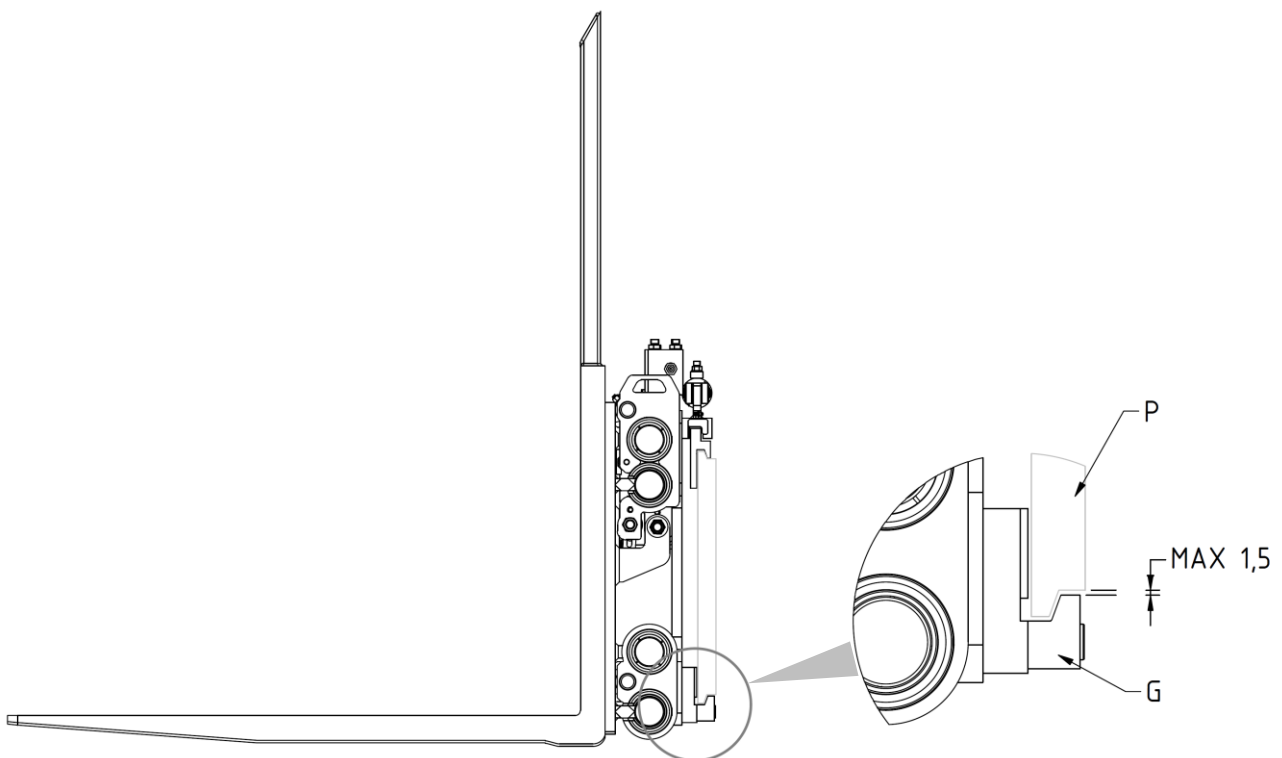
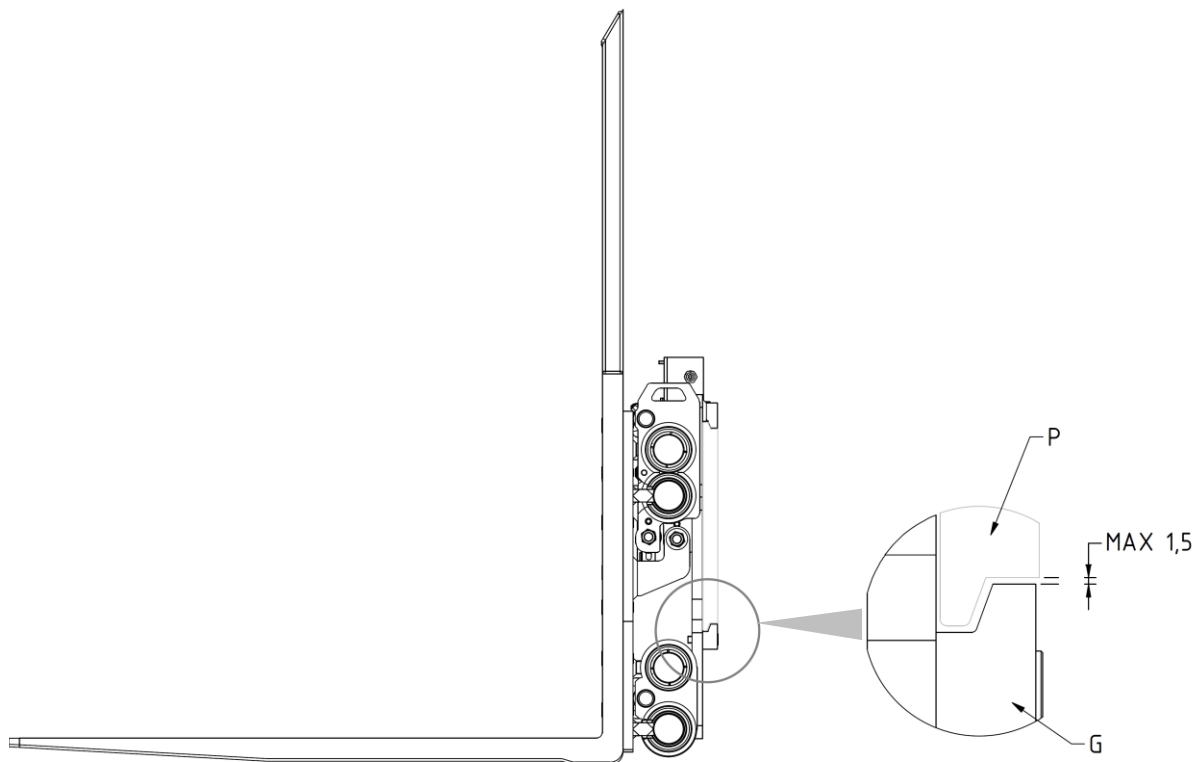

Figure 7
Figure 10
11. Revisser les 2 crochets inférieurs G de manière à ce que le corps de ces derniers reste accroché aussi en bas du tablier porte-fourches P (avec un jeu max. de 1,5 mm, voir détail *Figure 7*), en serrant avec le couple de serrage indiqué dans le *Tableau 3*.
7. Revisser les 2 crochets inférieurs G de manière à ce que le corps de ces derniers reste accroché aussi en bas du tablier porte-fourches P (avec un jeu max. de 1,5 mm, voir détail *Figure 10*), en serrant avec le couple de serrage indiqué dans le *Tableau 4*.
3. Contrôler le jeu entre la partie inférieure du tablier porte-fourches et les crochets inférieurs de l'équipement, en vérifiant qu'il est conforme aux indications du *Figure 7* (page 14) et *Figure 10* (page 17) et, éventuellement, intervenir sur le serrage des vis qui les soutiennent.